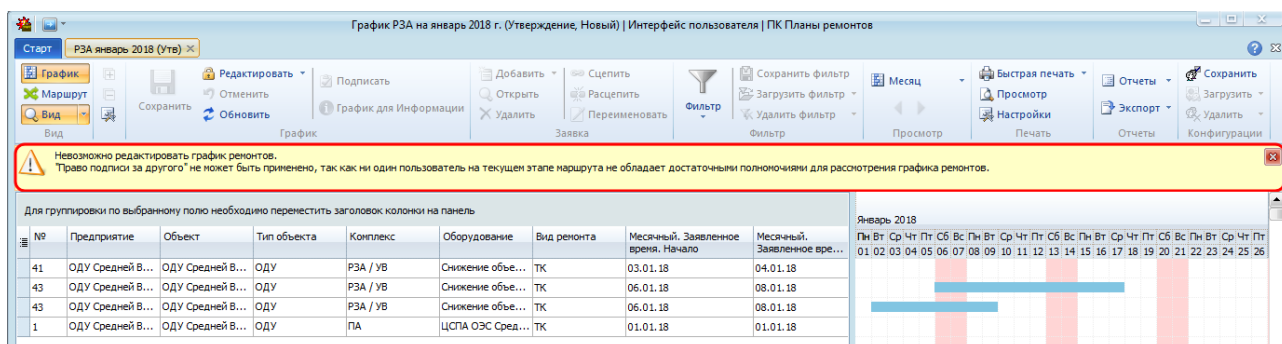

Рисунок 10.65 – Отображение информации о невозможности редактирования графика
- если пользователь обладает правом подписи за другого, но при этом ни один пользователь текущего этапа маршрута не наделен достаточными правами для рассмотрения графика, то при нажатии на кнопку « Редактировать» выводится предупреждающее сообщение (Рисунок 10.65);